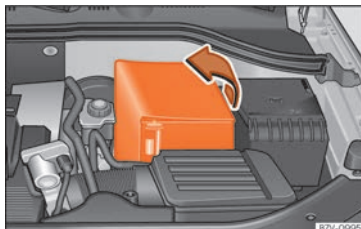

Abb. 299 Im Motorraum: Manschette für die Fahrzeugbatterie abnehmen.
- Bei einer Manschette: Die Abdeckung zur Seite wegklappen »» **Abb. 299**.